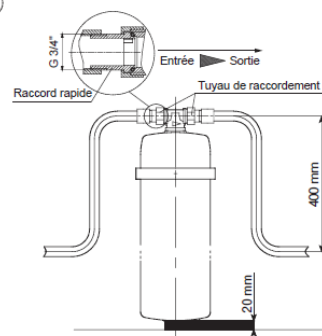
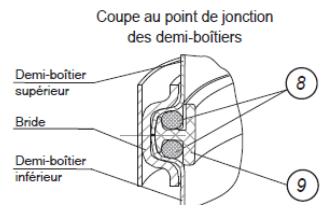

Fig. 2
Fig. 3
Utilisez des tuyaux en métal-plastique ou en cuivre. Le filetage interne du tuyau de raccordement doit être en G 3/4 pour la connexion avec des raccords rapides. Lors de l'assemblage, suivez la Fig. 2 du schéma.
- débranchez le raccord rapide (3), en dévissant les écrous d'accouplement (4) - après avoir dévissé l'écrou (6), retirez la barre de verrouillage (5) du support (1);
- démontez le filtre du support (1) et enlevez le surplus d'eau;
- dévissez la poignée (7) et enlevez la bride du filtre à eau;
- lavez les demi-boîtiers, le joint en caoutchouc (8) et la bague en plastique (9) de la saleté (fig. 3);
- assemblez le filtre, en plaçant correctement les deux anneaux : (8) dans l'anneau (9) et l'anneau (9) dans le demi-boîtier inférieur;
- mettez la bride sur le demi-boîtier et vissez la poignée (7) jusqu'à la butée;
- placez le filtre assemblé sur le support (1);
**Remarque:** suivez les pointeurs d'entrée et de sortie sur le collecteur (fig. 2).
- assemblez le raccord rapide (3) et vissez les écrous d'accouplement (4) jusqu'à la butée;
- placez la plaque de verrouillage (5) sur le support (1) et vissez la poignée (6);